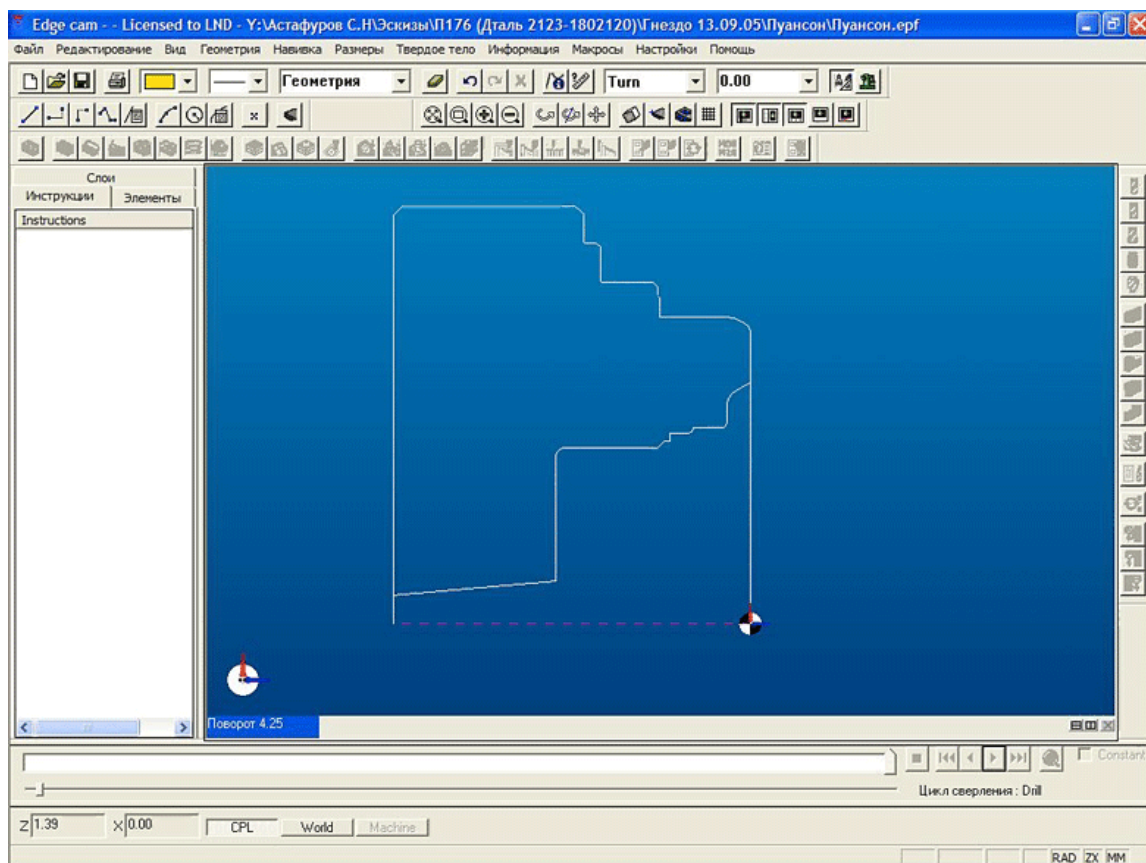

Рис. 2. Вставляем деталь в Edgescam.
3. Вставляем деталь в Edgesat для предварительной обработки и ориентируем её в пространстве (ZX режим, Трансформация, Перенос) рис. 2